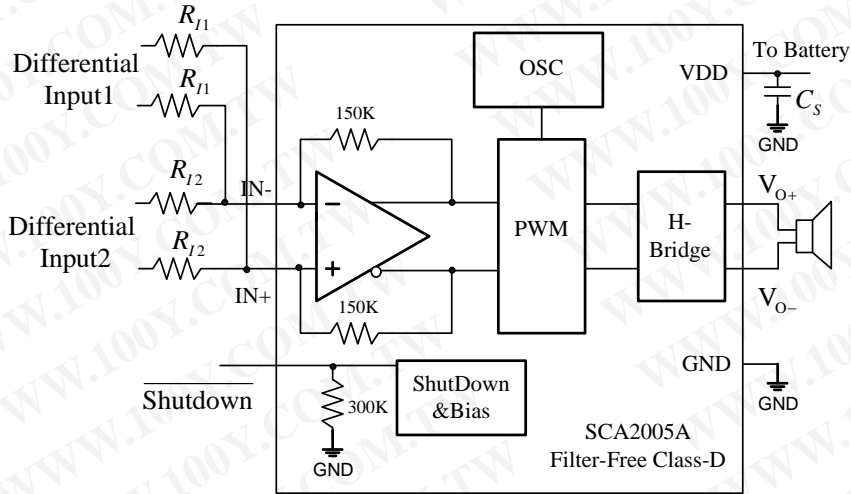

Figure18. SCA2005 典型两路差分信号相加应用电路
当需要实现两路差分信号输入时，典型应用电路如图 18 所示，两路增益可以独立设置，其增益分别由式 (3) 与式 (4) 确定，